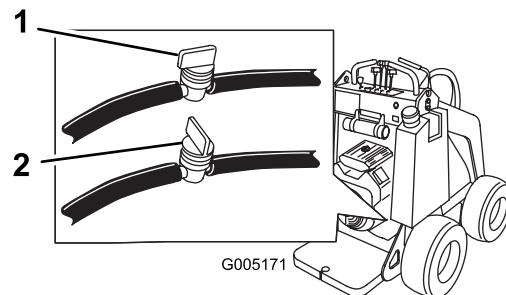

Figure 26
2. Fermez le robinet d'arrivée de carburant au bas du réservoir de carburant (Figure 26).
3. Fermez le robinet d'arrivée de carburant dans le flexible situé au bas du réservoir de carburant (Figure 26).
8. Ouvrez le robinet de carburant dans le flexible situé au bas du réservoir de carburant, comme illustré à la Figure 26.